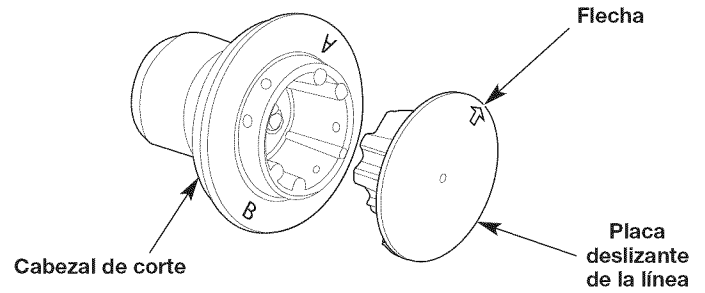

Fig. 14
2. Ubique el orificio pequeño en el lateral del cabezal de corte que sostiene la lengüeta negra de traba (Fig. 14). Inserte un destornillador Phillips pequeño y empuje la lengüeta de traba hacia adentro. Al mismo tiempo, hale la placa deslizante de la línea fuera del cabezal de corte.